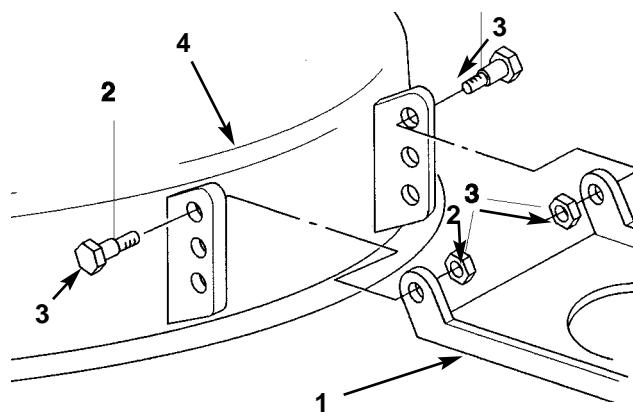

Fig. 53
di 6,4–15,8 mm girando il dado di registrazione, spostate l'attacco girevole sul tosaerba (Fig. 53).
12. Togliete la coppia a forcina e la rondella, ed estraete l'asta dal tosaerba (Fig. 53).